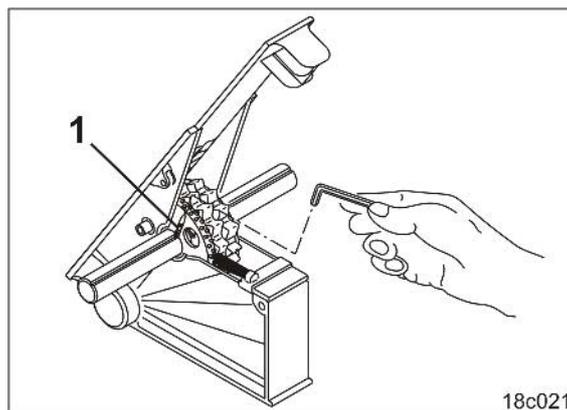

Fig. 227
5. Soltar los tornillos prisionero (Fig. 227/1) de las nuevas ruedas sembradoras de calles hasta que las nuevas ruedan puedan girarse libremente en el eje sembrador.